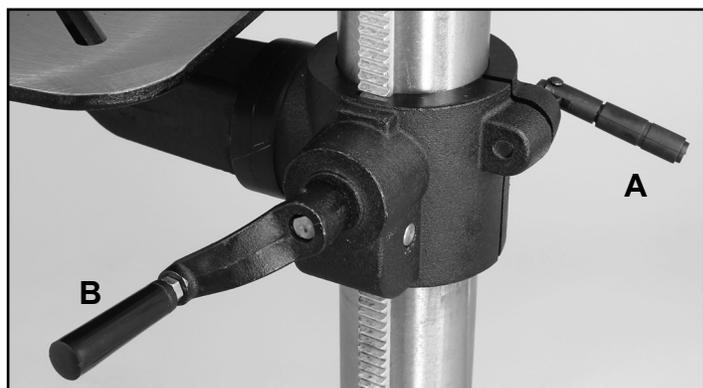

FIG. 13
1. *PARA RAISE O LOWER THE TABLE* a lo largo de la columna, se debe aflojar el mango de bloqueo (#9). FIG. 13, A.